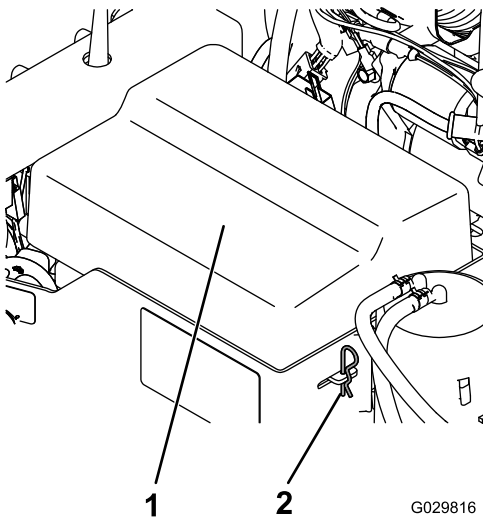

Figura 4
1. Îndepărtați clemele de fixare a capacului bateriei de carcasa bateriei (Figura 4).